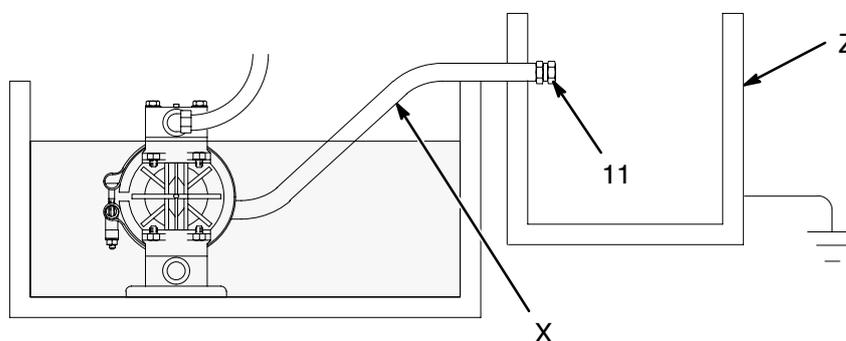

Рис. 6
Повреждение диафрагмы приведет к попаданию перекачиваемой жидкости в выходящий воздух. Установите подходящий контейнер в конце линии выхода воздуха для сбора жидкости. См. Рис. 6.
2. Установите электропроводный шланг выхода воздуха (X) и подсоедините глушитель к другому концу шланга. Минимальный внутренний диаметр шланга выхода воздуха составляет 10 мм. Если требуемая длина шланга превышает 4,57 м, то используйте шланг большего диаметра. Избегайте резких перегибов или петель шланга.
3. Установите емкость (Z) на конце линии выхода воздуха для сбора жидкости в случае разрыва диафрагмы. Если жидкость является воспламеняемой, то заземлите эту емкость. См. Рис. 6.